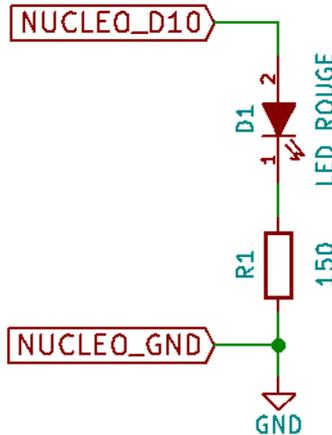

FIGURE 1.1 – Schéma de câblage de la LED. Réalisé avec le logiciel *KiCad* (gratuit et multiplateforme).
Pour cela, il faut utiliser les entrées/sorties numérotées sur la carte. Dans l'exemple suivant (voir figure 1.1), nous utiliserons la sortie numéro **D10** de la carte pour pouvoir piloter une LED.
**M** ⇨ Brancher la résistance  $R_1 = 150 \Omega$  et une LED rouge à la sortie **D10** de la carte Nucléo comme indiqué dans le schéma précédent (figure 1.1).